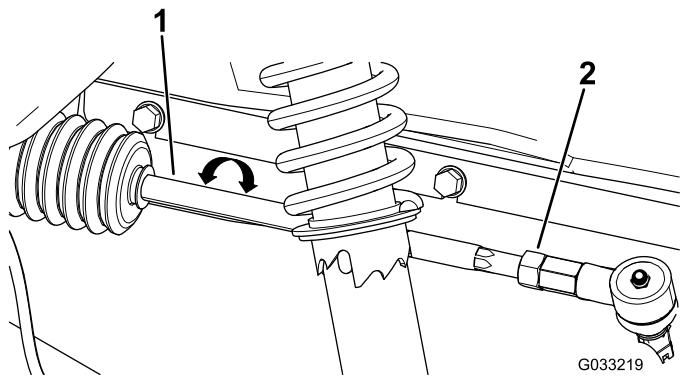

Figure 54
- Si la mesure n'est pas comprise entre 0 et 6 mm (0 et $\frac{1}{4}$ po), desserrez les écrous de blocage aux extrémités extérieures des biellettes (Figure 54).